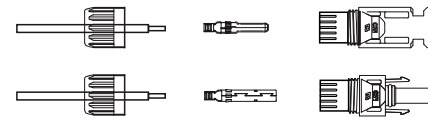

Abbildung 5.17 Demontieren Sie die Mutter der Anschlusskappe
1. Isolieren Sie das Gleichstromkabel ca. 7 mm ab. Montieren Sie die Kontermutter ab. (siehe Abbildung 5.17)